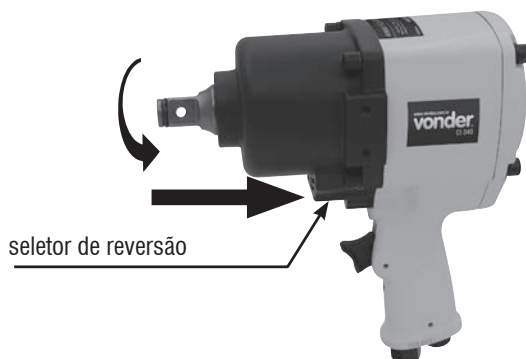

Fig. 4 – Alavanca de reversão
- Para rotação sentido anti-horário (esquerda) empurre o seletor conforme indicado na Fig. 4;